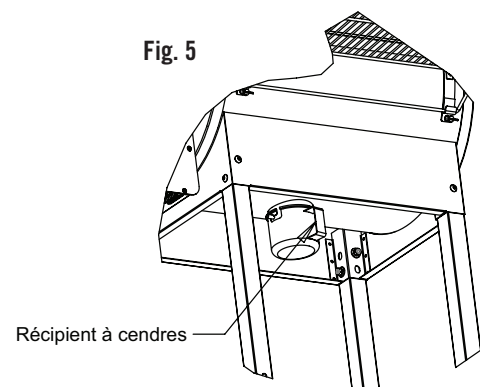

Fig. 5
1. Monter le récipient à cendres comme indiqué à la Fig. 5. Ne jamais utiliser le barbecue sans y monter le récipient à cendres.